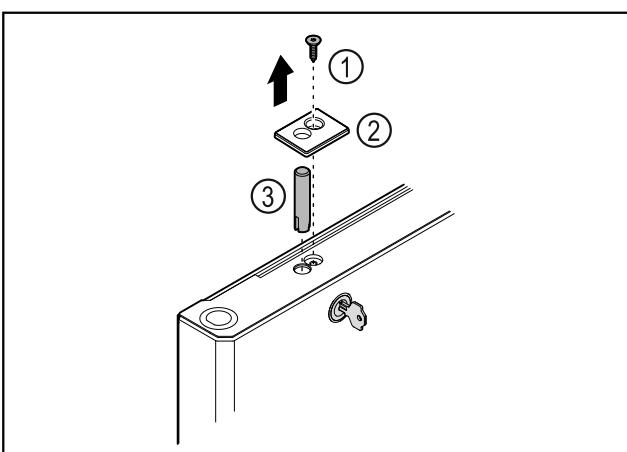

Fig. 38
► Îndepărtați șurubul Fig. 38 (1).
► Deblocați apărătoarea Fig. 38 (2) cu o șurubelnită mică și detașați-o.
► Extragăti bolțul încuietoarei Fig. 38 (3).